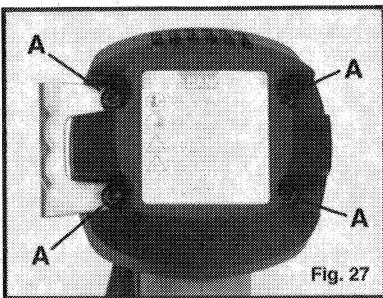

Fig. 27
2. Quite los cuatro tornillos de la tapa superior (A), Fig. 27, y levante la tapa.